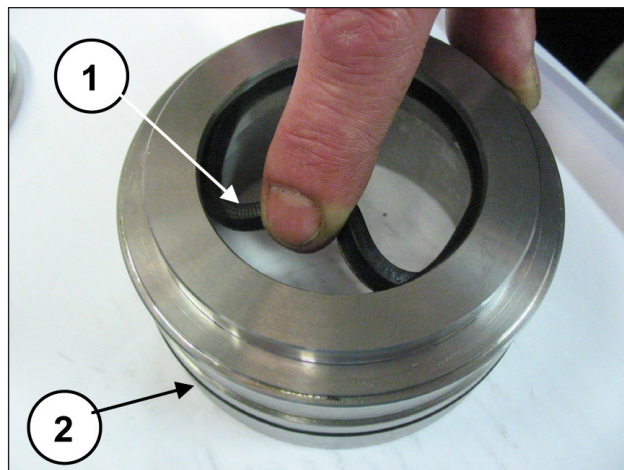

图 169
将低压密封圈插入护套支撑（位置①，图 169），注意组装方向，密封唇应在前面（朝向泵头）和O形圈（位置②，图 169）。